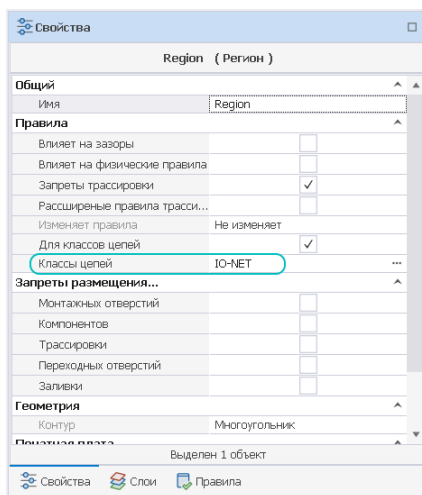

Рис. 139 Перечень классов цепей для региона
- В поле «Свойства» → «Правила» → «Классы цепей» отображается перечень классов цепей, к которым применены изменения правил в регионе, см. Рис. 139.